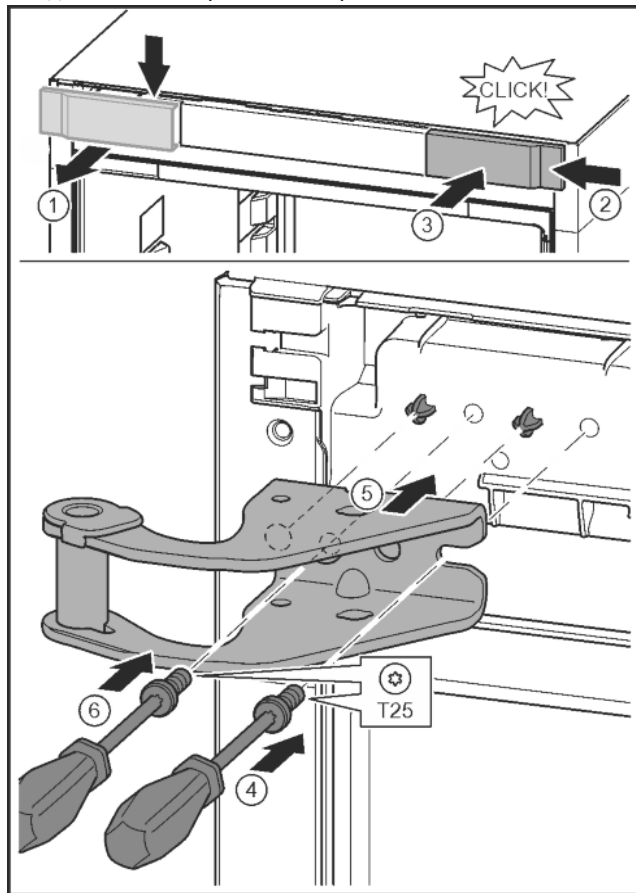

Fig. 10
- ▶ Развийте капака и го свалете настрани. Fig. 10 (1)
- ▶ Закачете капака, завъртян на 180°, от другата страна отъясно. Fig. 10 (2)
- ▶ Фиксирайте капака. Fig. 10 (3)
- ▶ С отвертка T25 поставете винта. Fig. 10 (4)
- ▶ Поставете горната лагерна стойка. Fig. 10 (5)
- ▶ Затегнете винта. Fig. 10 (4)
- ▶ С отвертка T25 поставете винта и го затегнете. Fig. 10 (6)